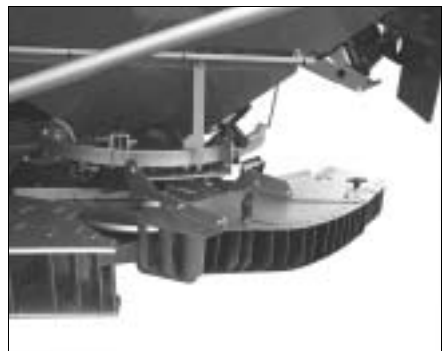

Fig. 27
- Für den Einsatz den Grenzstreuungsschirm in Betriebsstellung (Fig. 27) hydraulisch herunterschwenken.